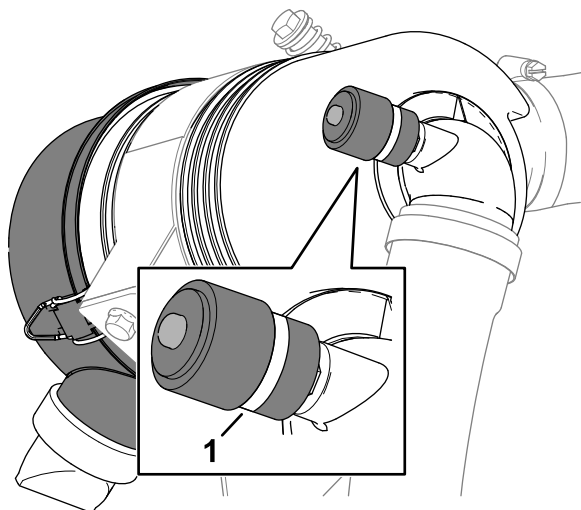

Figura 75
3. Verifique o indicador de manutenção no fim da caixa do filtro de ar (Figura 75).